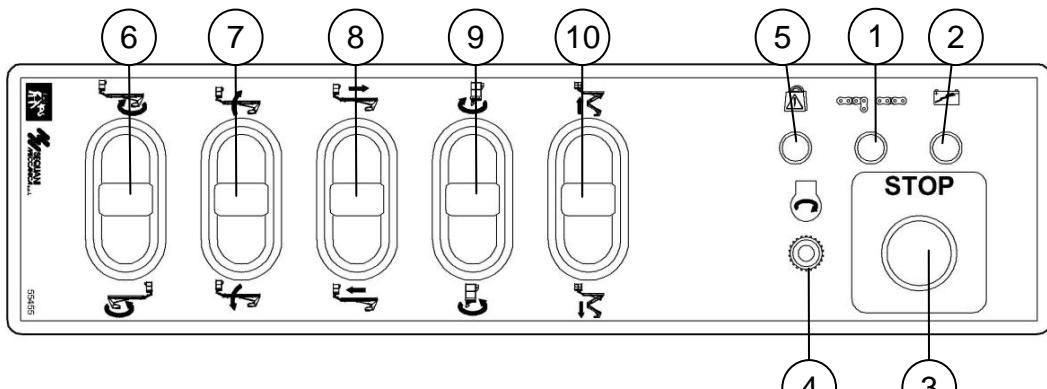

fig. 4.3.7
- verificare sul quadro comandi piattaforma di lavoro l’avvenuta accensione della spia presenza tensione (pos. 2 fig. 4.3.7)
- effettuare la movimentazione del braccio muovendo lentamente le leve potenziometriche di comando (pos. 6-7-8-9-10 fig. 4.3.7) nella posizione desiderata variando opportunamente la velocità
<p>NOTA: se si desidera spegnere il motore al raggiungimento della posizione, premere il pulsante stop d'emergenza (pos. 3 fig. 4.3.7). Il motore si spegne. Per riavviare sbloccare ruotandolo il pulsante di stop d'emergenza e premere il pulsante (pos. 4 fig. 4.3.7) di avviamento.</p>
<p>NOTA: sulla macchina è presente il dispositivo di controllo del carico in piattaforma [OPTIONAL]: quando si accende la spia rossa di "sovraffreno" (pos. 5 fig. 4.3.7), si attiva un avvisatore acustico e, contemporaneamente, tutti i movimenti della piattaforma si bloccano significa che il carico in piattaforma supera la portata massima. In tal caso, è necessario togliere il carico in eccesso per poter effettuare la movimentazione.</p>